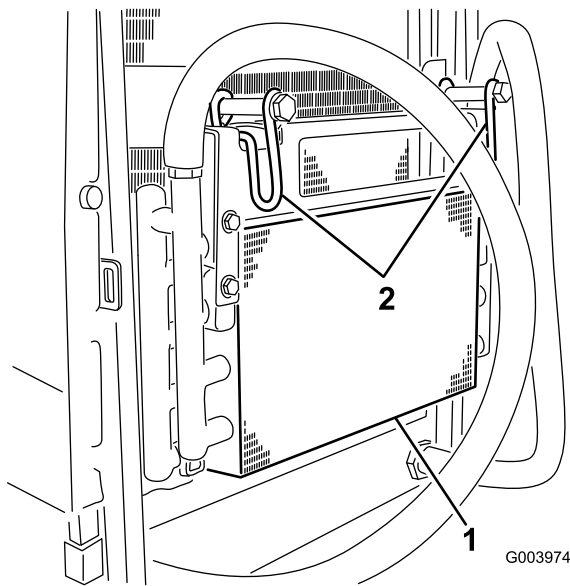

Figure 66
5. Pivotez les verrous vers l'intérieur pour dégager le refroidisseur d'huile (Figure 66).